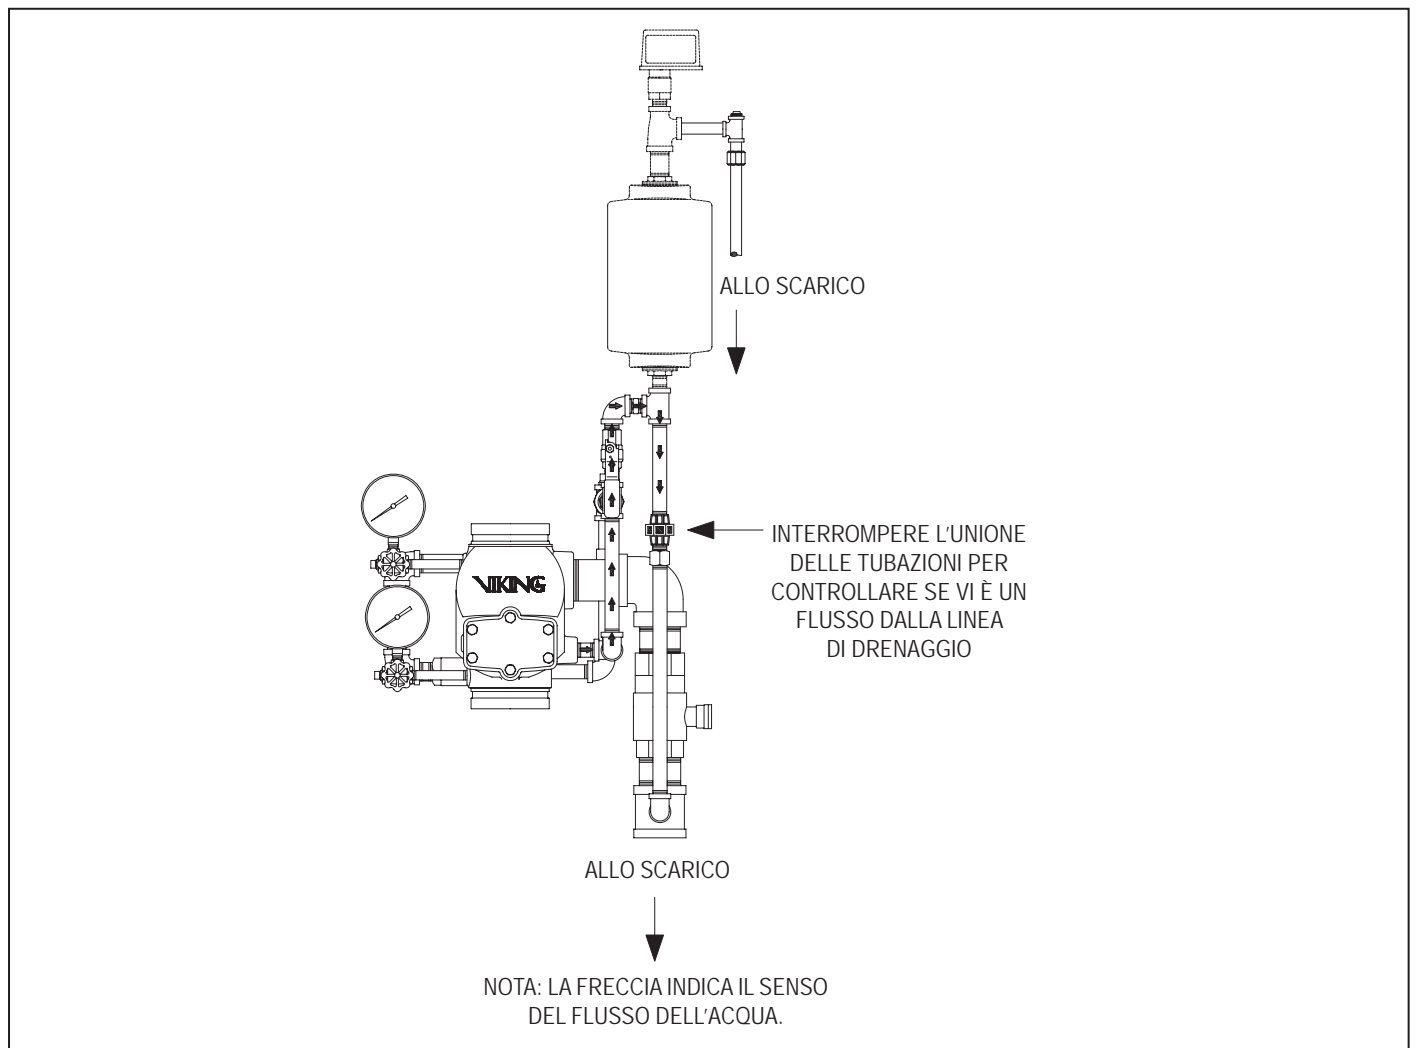
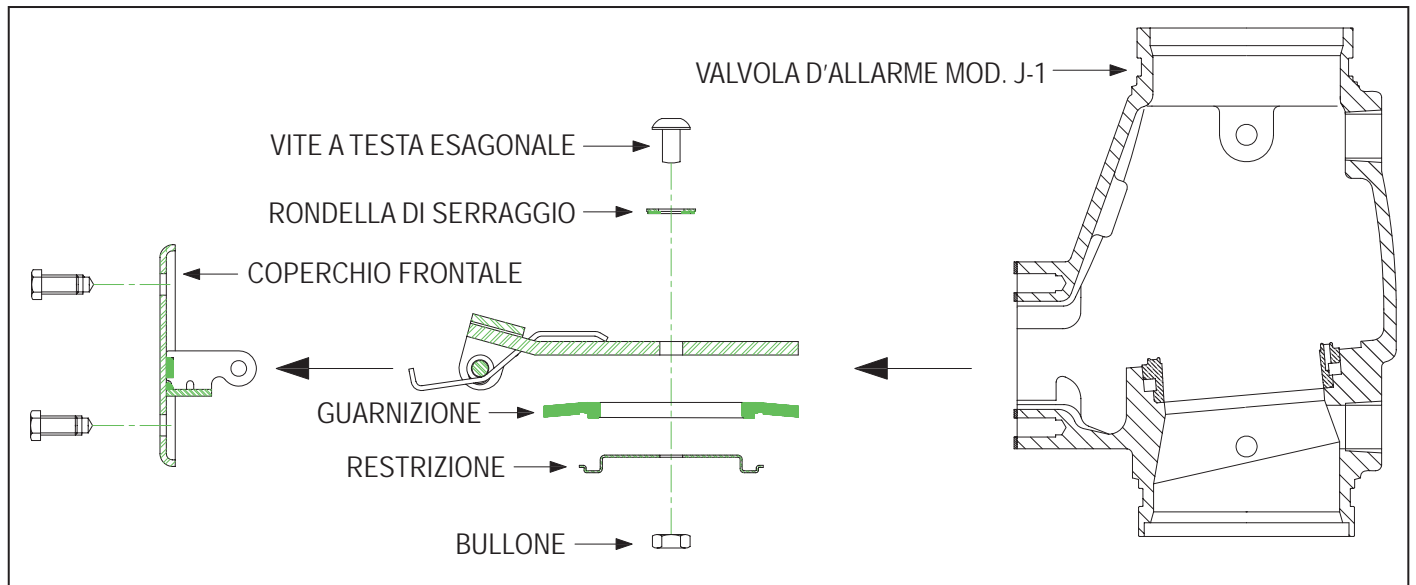

Figura 60
Figura 61
3. Se la valvola di controllo by-pass non presenta perdite, la seconda cosa da fare è ripulire e riposizionare la guarnizione sul clapet della valvola (far riferimento alla Figura 60). Iniziare interrompendo l'unione della linea di drenaggio che va alla camera di ritardo, in modo da poter controllare il flusso dell'acqua dalla linea di drenaggio. Qualora ci si trovi in presenza di un flusso d'acqua è necessario svuotare l'impianto e rimuovere il coperchio dove il clapet si trova assemblato. Per sostituire la guarnizione, rimuovere le viti a testa esagonale, la restrizione in gomma e la guarnizione del clapet. (Far riferimento alla Figura 61). Assemblare di nuovo il tutto seguendo la procedura contraria. Dopo aver reinstallato la guarnizione sul clapet e riposizionato il coperchio, rimettere il sistema in servizio e seguire tutte le procedure riportate nelle pagine tecniche Viking per i controlli degli allarmi e del flusso.